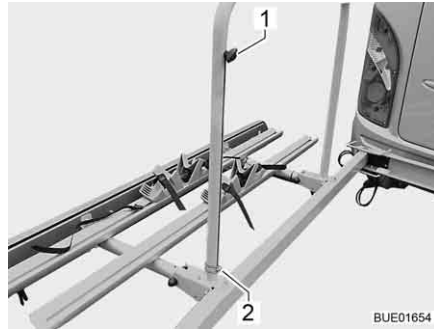

Fig. 3 Fijación del apoyo
- Desbloquear el pasador abatible (Fig. 3,2) y extraerlo.
- Aflojar el tornillo de torniquete (Fig. 3,1).